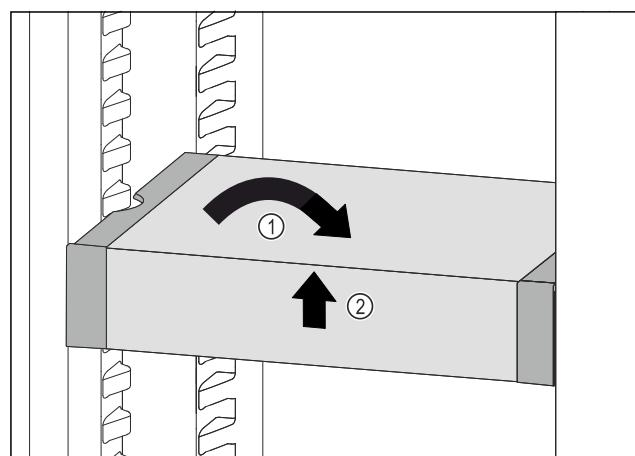

Fig. 124
► Извършете VarioSafe. Fig. 124 (1)
► Повдигнете VarioSafe отпред. Fig. 124 (2)